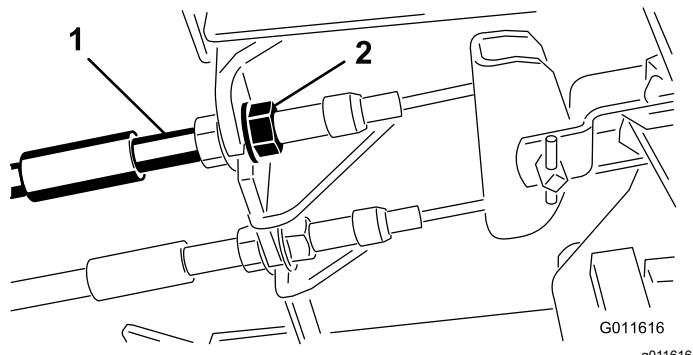

Bild 61
1. Ziehen Sie zum Reduzieren des Spiels der Bremspedale die Bremsen fester – lockern Sie dazu die vordere Mutter am Gewindeende des Bremszugs (**Bild 61**).